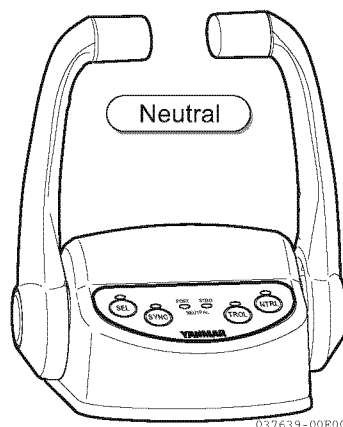
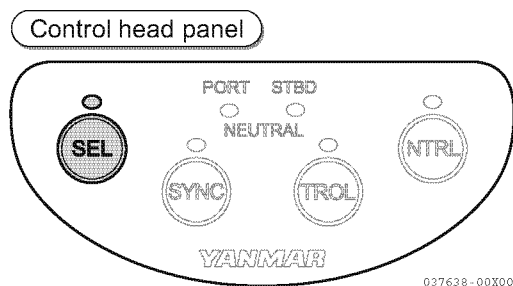

Figure 2
Figure 3
- La spia del quadro interruttori si accende e la spia SEL del controllo marcia (**Figure 2**) si accende o inizia a lampeggiare (**Figure 3**).